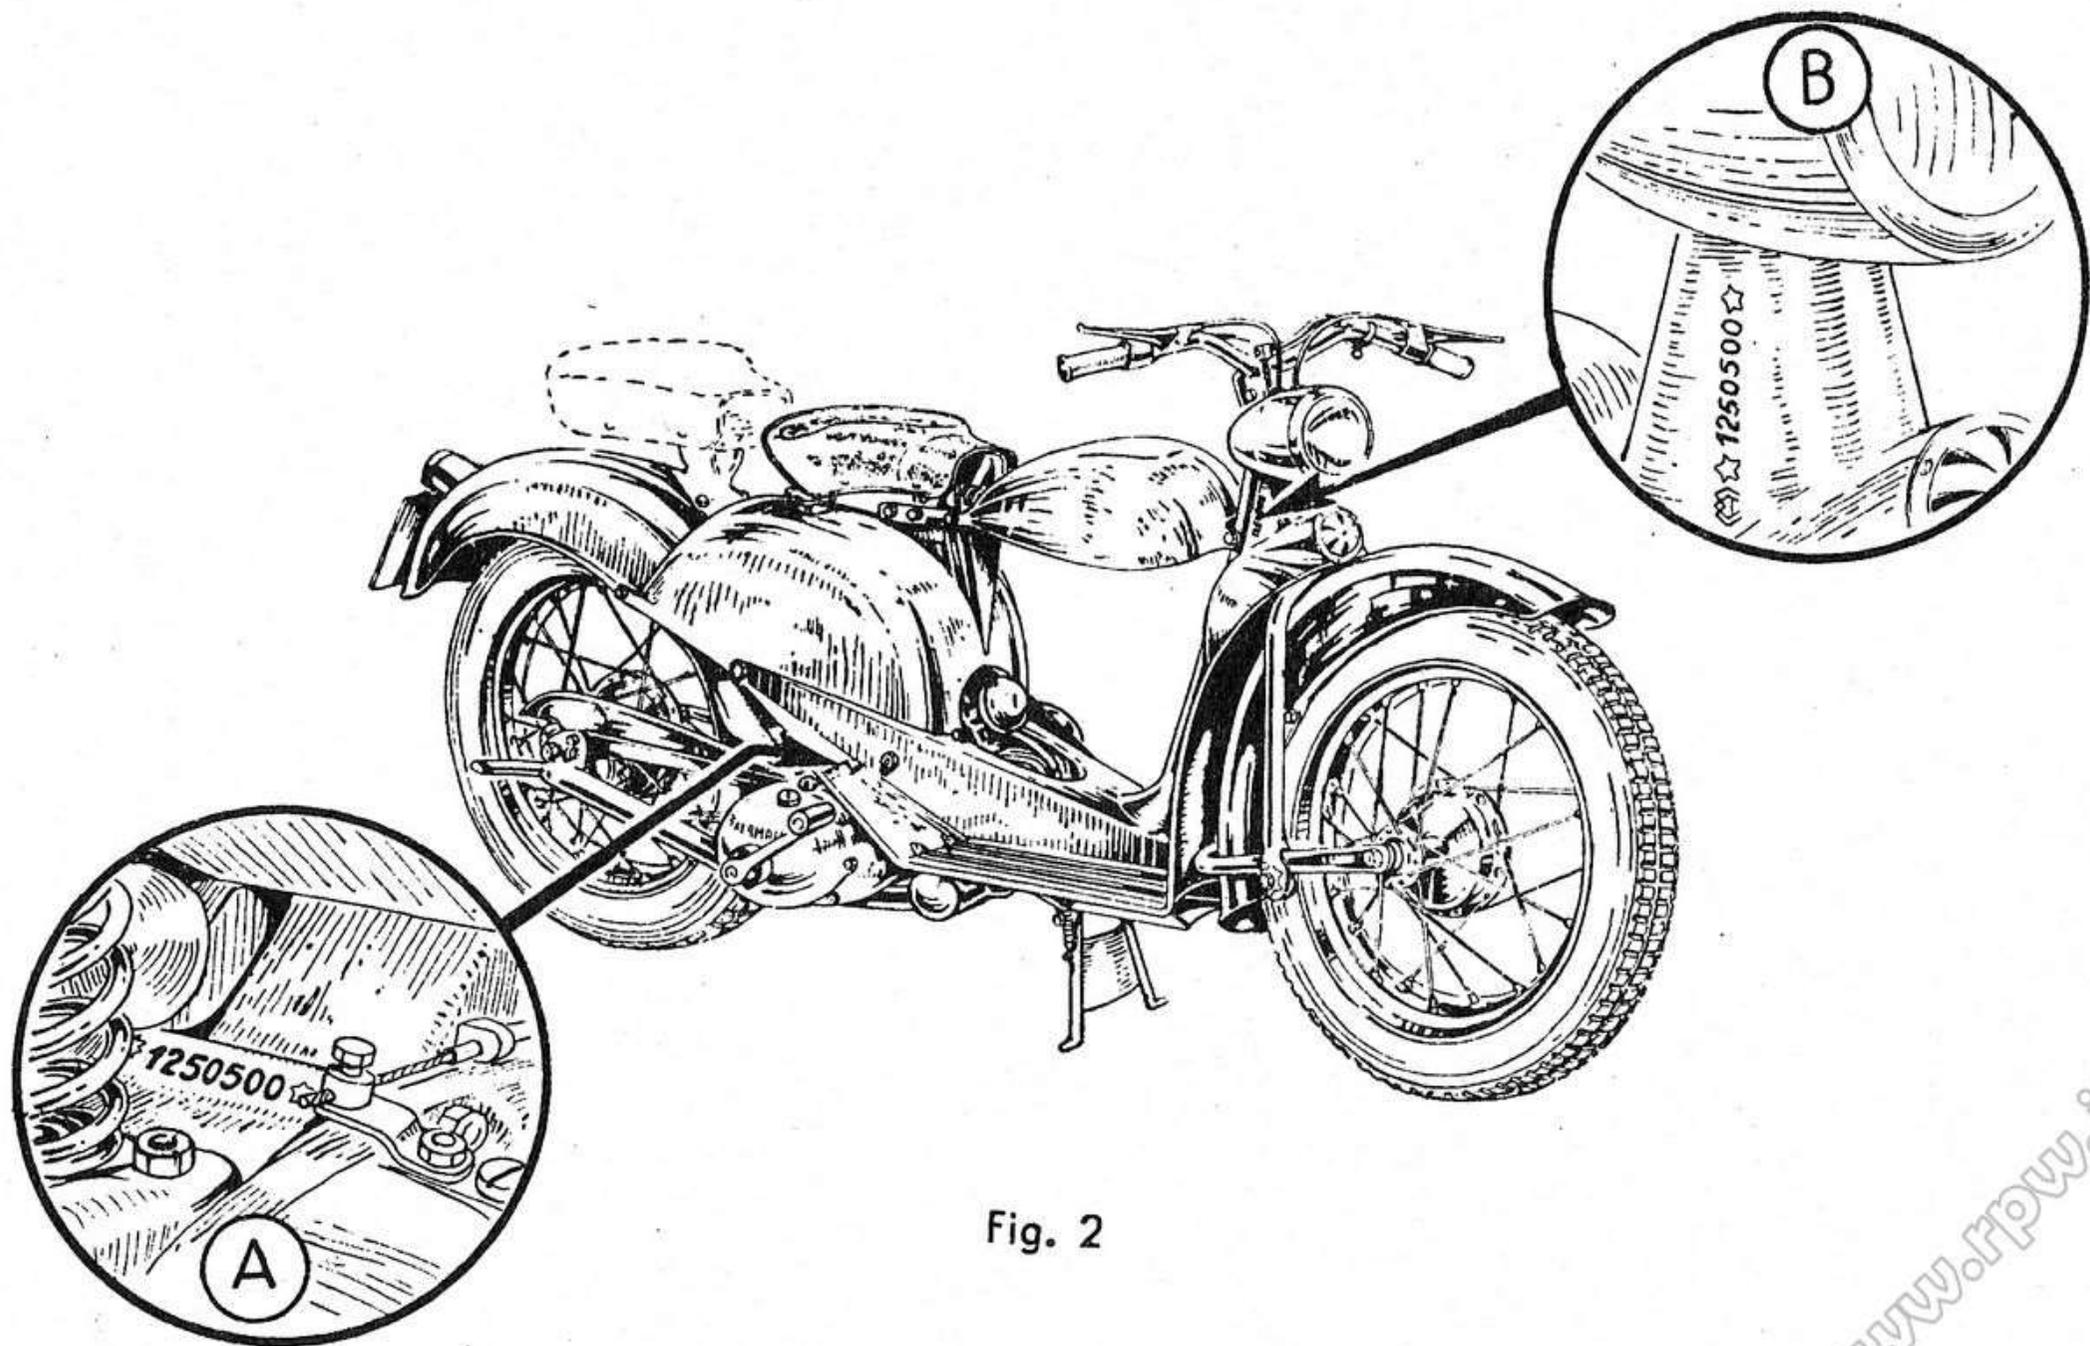

Fig. 2
Ogni « AER MACCHI 125 » è contraddistinta da due numeri di matricola impressi uno sul lato destro del motore (A) ed il secondo sul telaio (B) — vedi fig. 2. A garanzia di possibili alterazioni dei numeri di matricola in caso di furto gli stessi vengono delimitati da due stellette e dal marchio di fabbrica dell'« Aer Macchi ».